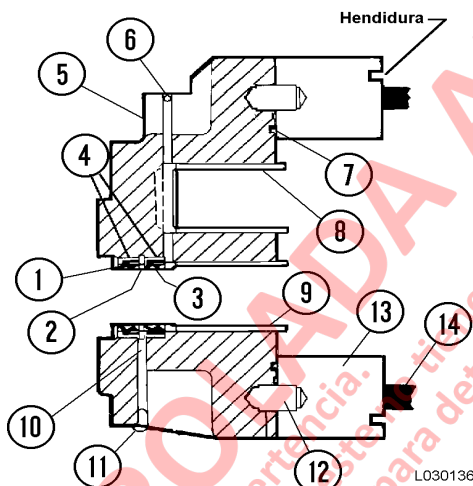

FIGURA 3-11. INSTALACIÓN DEL SELLO DEL EJE
3. Lubrique el sello con aceite hidráulico y coloque el sello interno del eje (3, Figura 3-11) de manera que la cara de metal quede hacia el extremo exterior de la brida.
5. Instale el anillo de fijación (2, Figura 3-11) con su abertura sobre el orificio de drenaje (10).
7. Lubrique los hilos de los espárragos pasantes (14, Figura 3-11) con aceite hidráulico y atorníllelos en la brida hasta que queden ajustados. Hay cuatro espárragos largos y cuatro cortos. Consulte la Figura 3-12 para conocer sus ubicaciones.
8. Lubrique e instale el O-ring (7), además instale los pasadores espiga (12) de estar desmontados. Instale la placa de engranajes (13) y asegúrese de que el orificio en la placa de engranajes esté hacia la placa conectora o hacia arriba al instalarla.